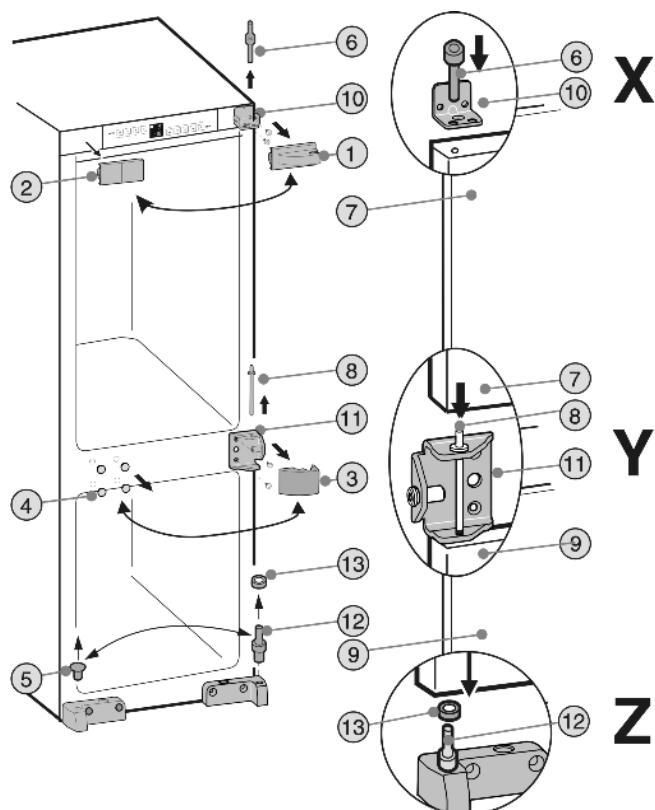

Fig. 3
- Снимите закрывающие элементы Fig. 3 (1,2,3,4,5).
- Выкрутите верхний опорный винт Fig. 3 (6) из дверцы холодильного отделения Fig. 3 (7).
- Слегка наклоните дверь холодильного отделения Fig. 3 (7) вперед и снимите, приподняв вверх.
- Извлеките средний опорный палец Fig. 3 (8).
- Снимите дверь морозильного отделения Fig. 3 (9).
- Отвинтите верхний опорный кронштейн Fig. 3 (10) и средний опорный кронштейн Fig. 3 (11) и привинтите их с противоположной стороны теми же винтами (с моментом 4 Нм).
- Переставьте на другую сторону нижний опорный винт Fig. 3 (12) с шайбой Fig. 3 (13).
- Наденьте дверь морозильного отделения снизу на опорный винт Fig. 3 (12) и шайбу Fig. 3 (13). **Деталь Z**
- Вставьте средний опорный винт Fig. 3 (8) через средний опорный кронштейн Fig. 3 (11) в дверцу. **Деталь Y**
- Насадите дверь холодильного отделения на опорный болт посередине Fig. 3 (8). **Деталь Y**
- Вставьте верхний опорный палец Fig. 3 (6) через внешнее отверстие в опорном кронштейне Fig. 3 (10) в опору двери холодильного отделения Fig. 3 (7) и завинтите его (с моментом 4 Нм). **Деталь X**
- Снова установите с противоположной стороны детали крышки Fig. 3 (1,2,3,4,5), повернув их на 180° градусов.